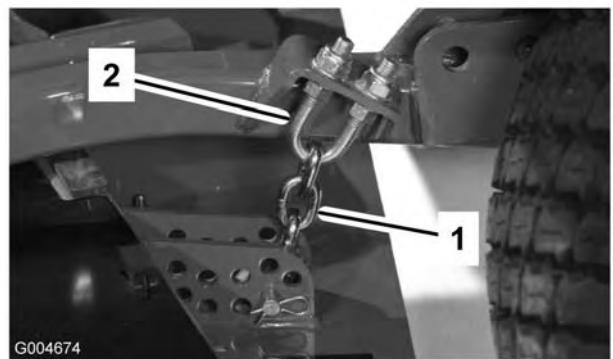

Figura 82
- Afloje las contratuerca de la parte superior o inferior del perno en U de la cadena de altura de corte (Figura 82).